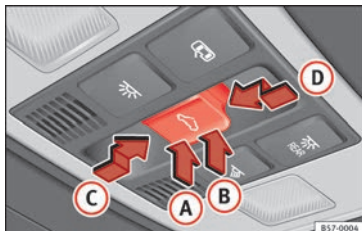

Fig. 132 Dans le ciel de pavillon : touche du toit ouvrant.
La touche  **fig. 132** présente deux niveaux. Le premier niveau permet de situer le toit en position déflectrice, d'ouvrir ou fermer entièrement ou partiellement le toit ouvrant.
- *Toit ouvrant* : avant que ne s'écoulent environ 5 secondes à partir de l'activation du dispositif anti-pincement, appuyez sur la touche **»** **» fig. 132** jusqu'au second niveau dans **»**
le sens de la flèche » fig. 132 ① jusqu'à ce que le toit se ferme complètement.